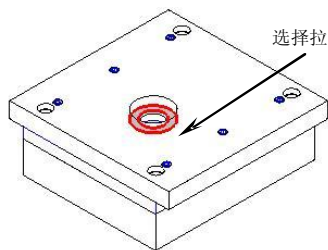
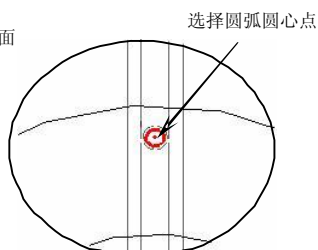
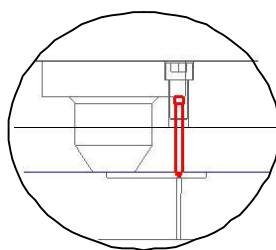

图7-100
图7-101
图7-102
7. 在【标准件管理】对话框中单击 **确定** 按钮，弹出【选择一个面】对话框。选择拉料杆放置面，如图 7-100 所示。选择图 7-101 所示的圆弧圆心点，单击两次 **确定** 按钮创建拉料杆，然后单击 **取消** 按钮退出该功能，如图 7-102 所示。